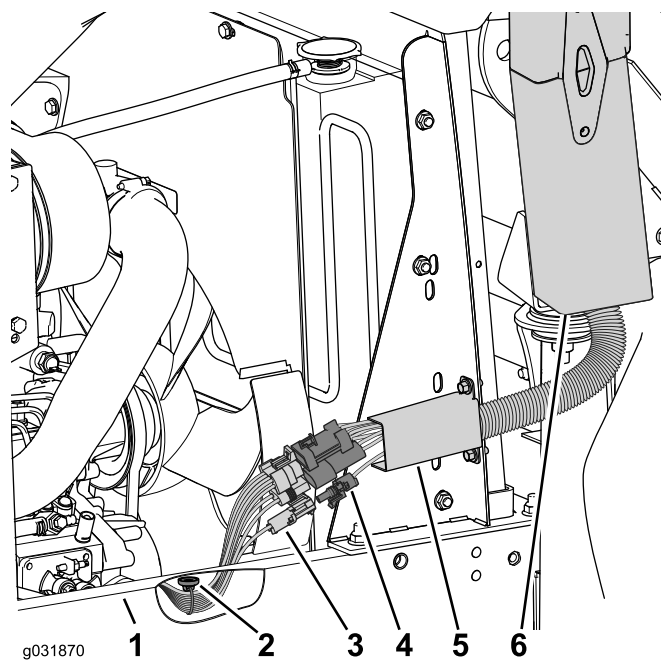

Figura 53
4. Posicione a montagem magnética na parte inferior da estrutura (Figura 53).
5. Ligue a cablagem da máquina à cablagem da cabina (Figura 53).